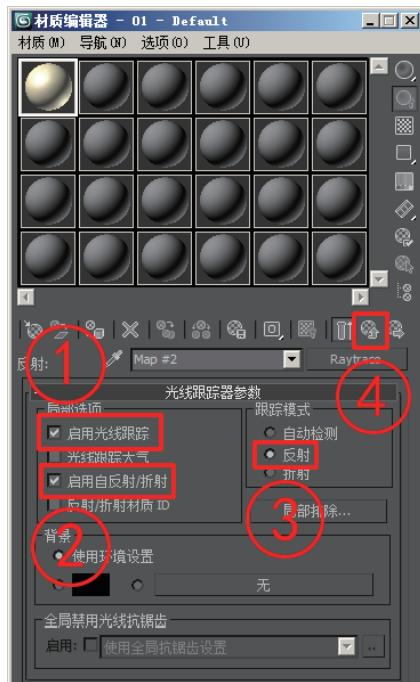

图2-38 “光线跟踪器参数”卷展栏的设置
(7) “光线跟踪器参数”卷展栏的设置如图2-38所示，在“局部选项”选项组中选中“启用光线跟踪”和“启用自反射/折射”复选框，在“背景”选项组中选中“使用环境设置”单选按钮，在“跟踪模式”选项组中选中“反射”单选按钮，然